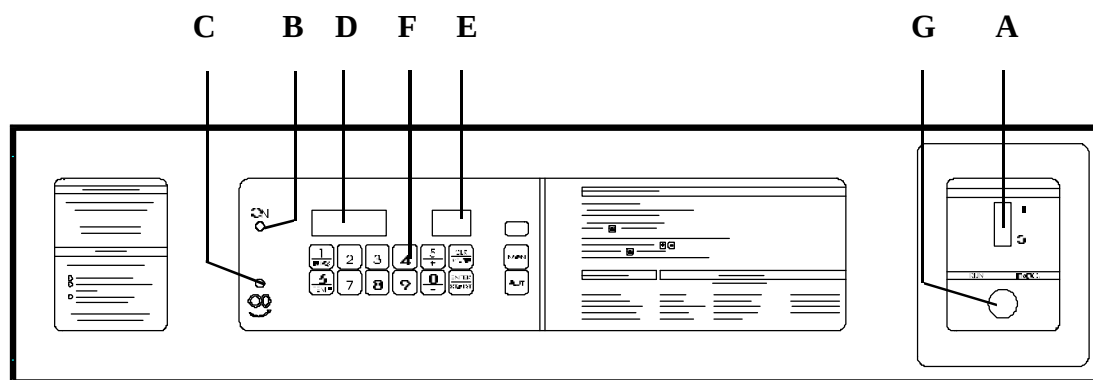

fig. 6
(fig. 6)
3.3. DISPOSITIVOS DE CONTROL Y MANDO (fig. 6)
3.3. DISPOSITIFS DE CONTRÔLE ET DE COMMANDE (fig. 6)